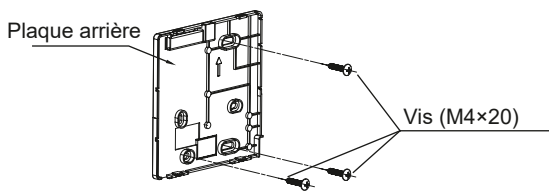

Fig 3-3
- Pour un montage apparent, fixez la plaque arrière au mur avec les 3 vis (M4×20) et les chevilles. (Fig.3-3)